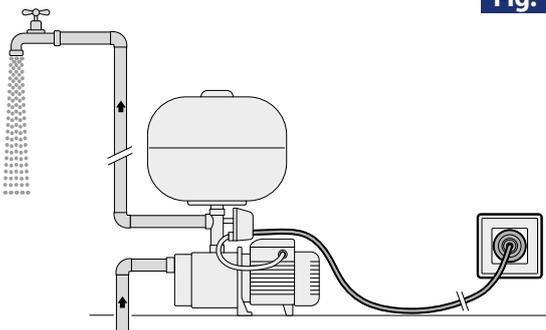

Fig. 2
- Desconecte el conector del cable de alimentación de la electrobomba de la toma de corriente dejando abierto el punto de suministro y descargue completamente la instalación (**Fig. 2**).